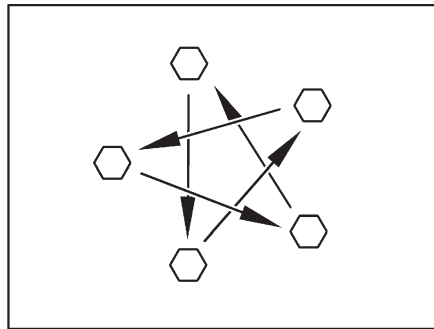

Fig. 271 Apretar las tuercas o los tornillos de las ruedas en forma de cruz
- Comprobar periódicamente que las tuercas o tornillos de las ruedas estén firmemente apretados. Reajustar en forma de cruz (Fig. 271) las tuercas o tornillos después de cambiar una rueda, al cabo de 50 km.
- ▷ Apretar en forma de cruz las tuercas o los tornillos de las ruedas (Fig. 271).